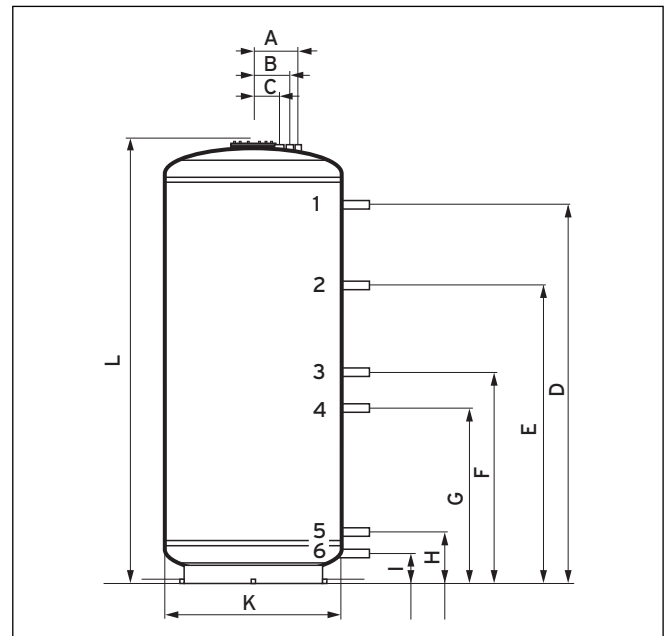

Fig. 4.1 Dimensiones de conexión del acumulador combinado auroSTOR VPS SC 700
- Monte una pieza T con válvula de bola en la conexión de la entrada del aumento de temperatura (**6**, fig. 4.1) para poder llenar o vaciar el acumulador.
- Monte el conducto para la entrada del aumento de temperatura (**6**, fig. 4.1) en el acumulador combinado.
- Monte el conducto para la salida del aumento de temperatura (**2**, fig. 4.1) en el acumulador combinado.
- Monte el conducto para la ida solar (**4**, fig. 4.1) en el acumulador combinado.
- Monte el conducto para el retorno solar (**5**, fig. 4.1) en el acumulador combinado.